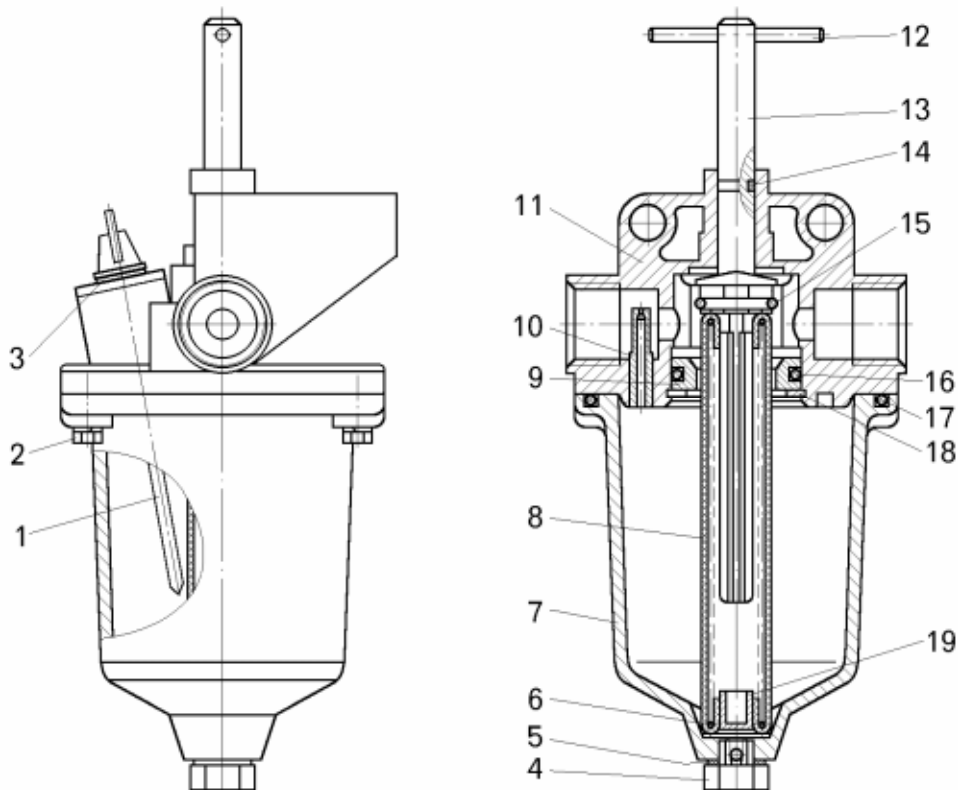

Рисунок 11.5 – Противозамерзатель:
- отвернуть болты 2 (рисунок 11.5) и разъединить корпус верхний 11 с корпусом нижним 7;